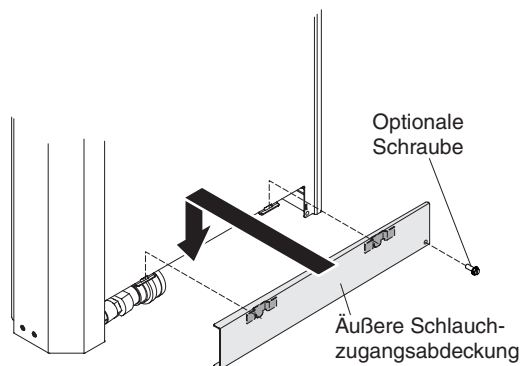

Abbildung 29. Äußere Schlauchzugangsabdeckung installieren
- c. (Optional) Befestigen Sie die äußere Schlauchzugangsabdeckung mit einer M4-Schraube am Wärmetauscher (siehe Abb. 29).